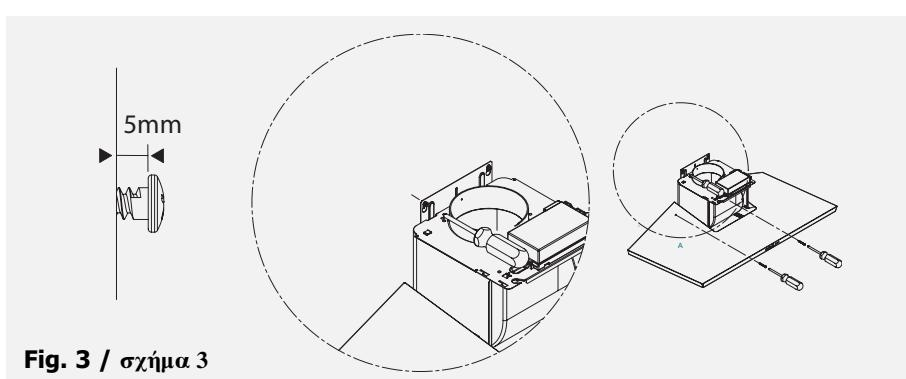

Fig. 3 / σχήμα 3
- Fixe o exaustor por meio dos 2 parafusos (**Fig. 3**).